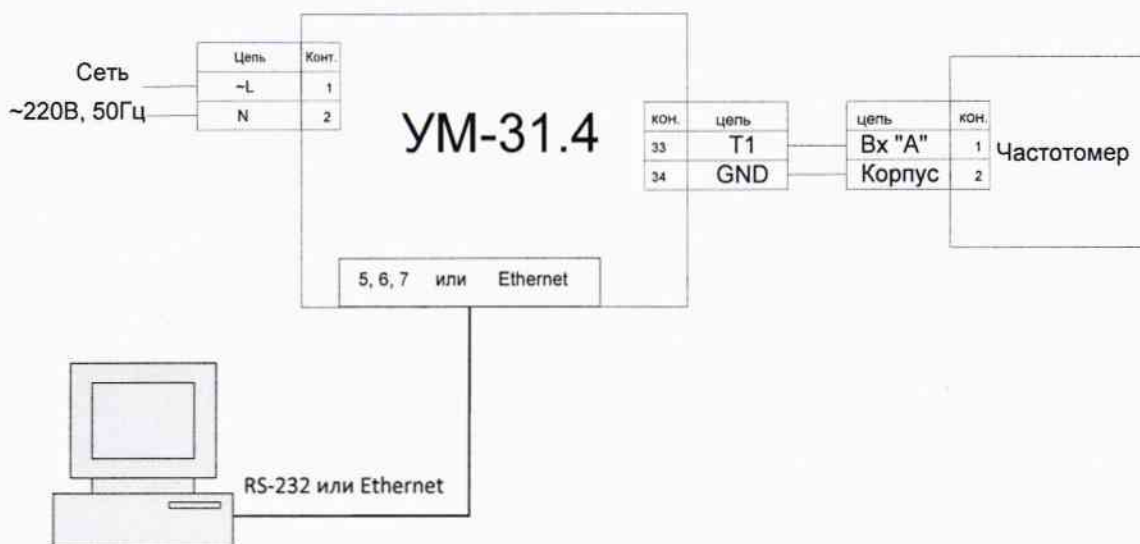

Рисунок 1. Схема подключения устройства УМ-31.4
8.2.4.1. Для проверки устройства подсоедините устройство к сети, частотомеру и источнику питания, руководствуясь схемой, приведённой на Рисунок 1. Поверяемый сигнал на частотомер подаётся с контактов T1(33) и GND (34).
- Подключить источник сигнала к входу **А** частотомера согласно схеме, показанной на Рисунок 1.
- Перед снятием результатов измерения выдержать паузу не менее 1 минуты. Уровень поверяемого сигнала с контакта T1(33) на нагрузке 1МОм составляет 3,6В ( $\pm 0,2В$ ).